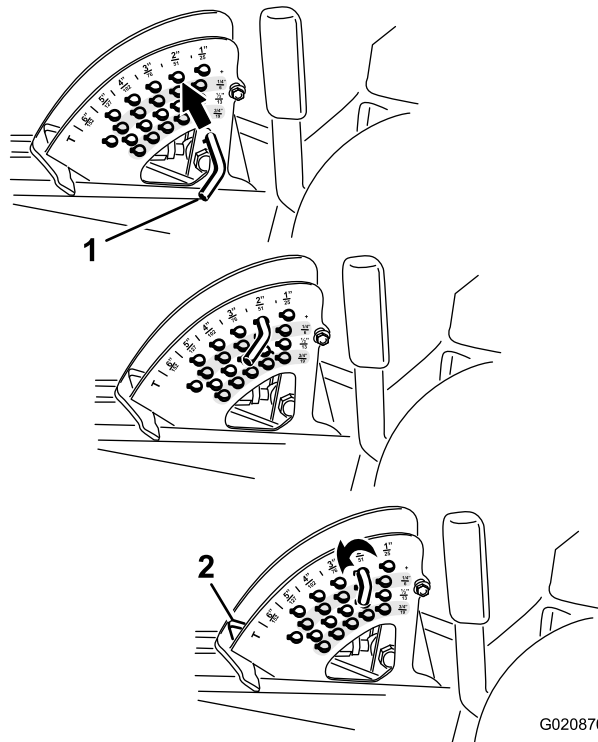

Рисунок 26
2. Чтобы отрегулировать высоту скашивания, поверните стопорный штифт так, чтобы цилиндрический штифт внутри него совпал с прорезями в отверстиях кронштейна высоты скашивания, затем извлеките штифт (Рисунок 26).
3. Выберите отверстие в кронштейне высоты скашивания, соответствующее необходимой высоте скашивания, вставьте штифт и, нажимая на него, поверните до фиксации в отверстии (Рисунок 26).
Примечание: В кронштейне есть четыре ряда отверстий (Рисунок 26). Верхний ряд обеспечивает высоту скашивания, указанную над штифтом. Второй ряд обеспечивает указанную высоту скашивания плюс 6 мм. Третий ряд обеспечивает указанную высоту